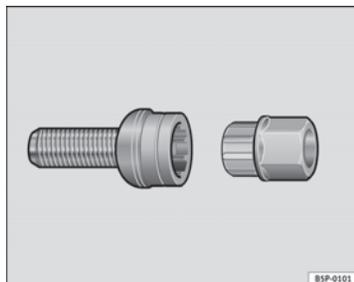

Fig. 134 Vite di sicurezza per ruote con adattatore
- Inserire l'adattatore **(B)** ⇒ fig. 134 con il lato dentato fino al fermo nella dentatura interna della vite di sicurezza per ruote in modo tale che **(A)**, fuoriesca solo l'esagono esterno.